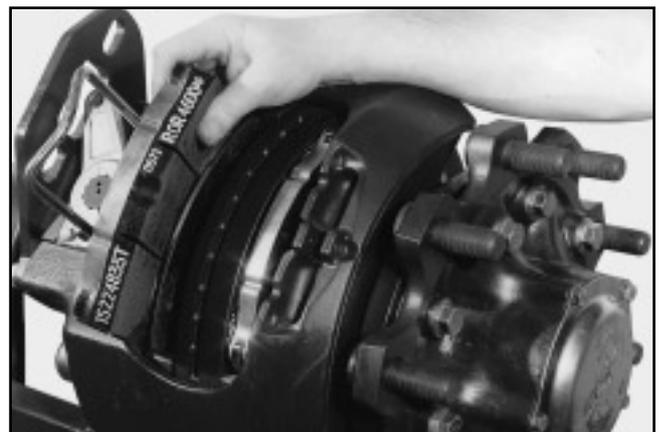

FIG. 17
6. Sollevare la pastiglia interna per estrarla dal complesso della pinza. Se non si desidera cambiare queste pastiglie, contrassegnarle come pastiglie entrobordo e fuoribordo (Fig. 17).